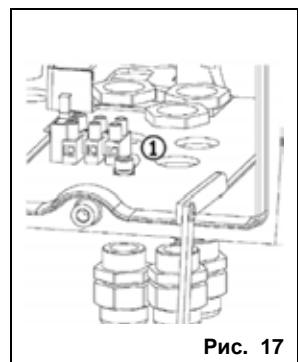

Рис. 17
- Установить три кабельных зажима из комплекта привода в отверстия, расположенные под корпусом привода (рис. 17, поз. 1).